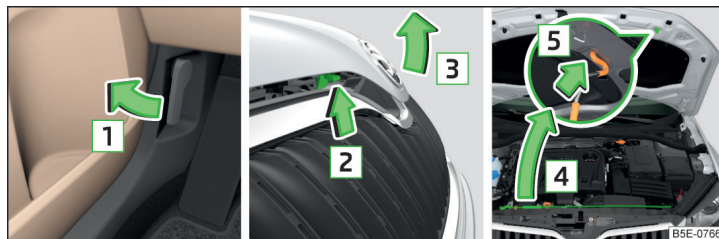

Fig. 149 Capó
- Tire de la palanca de desbloqueo ubicada debajo del tablero de instrumentos en el sentido de la flecha 1 » fig. 149.
No levante nunca el capó con la palanca de desbloqueo » fig. 149.